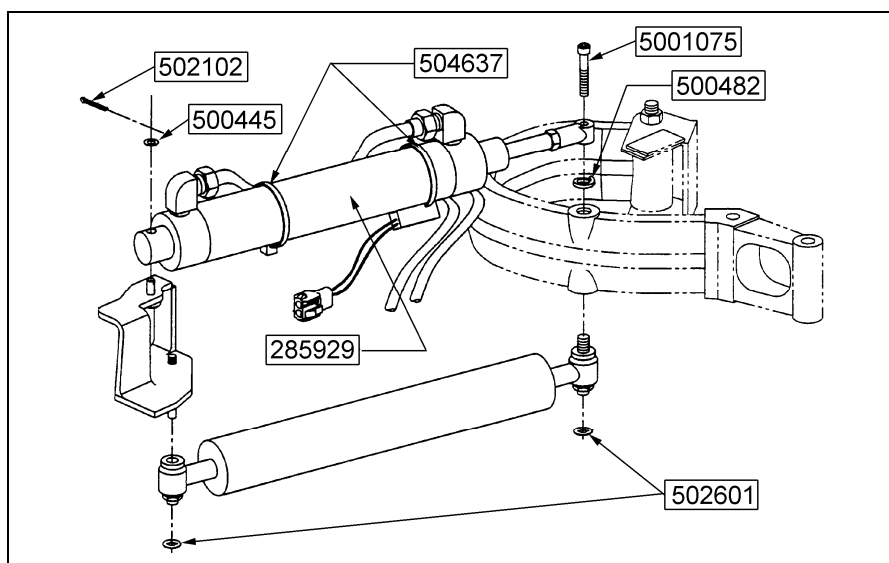

FIGURE 4 : INSTALLATION DU CYLINDRE PNEUMATIQUE DE 2 POUCES
5. Installer l'embout avec l'ensemble du cylindre sur la charnière, mettre la rondelle-frein (Prevost #500482) entre l'embout et la charnière puis bien visser la vis d'assemblage (Prevost #5001075) pour fixer l'ensemble (voir figure 4).
7. Appliquer du «Loctite» bleu sur la partie filetée de la tige du cylindre avant de bien visser l'embout (Prevost #502196). Visser les raccords coudés de 90° (Prevost #641371) sur le nouveau cylindre. Installer l'embout avec le cylindre (Prevost #780813) sur la charnière, mettre la rondelle-frein (Prevost #500482) entre l'embout et la charnière puis bien visser la vis d'assemblage (Prevost #5001075) pour fixer l'ensemble (voir figure 4).